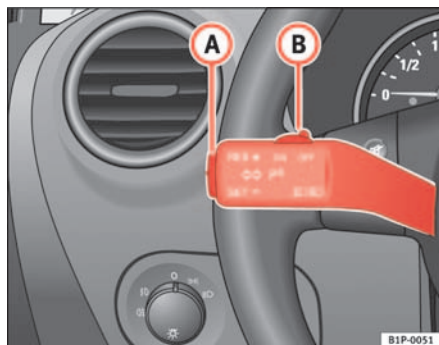

Fig. 125 Palanca de intermitentes y de luz de carretera: conmutador y tecla basculante para el regulador de velocidad
- Mueva el mando ⇒ fig. 125 **(B)** hacia la izquierda hasta la posición **ON**.